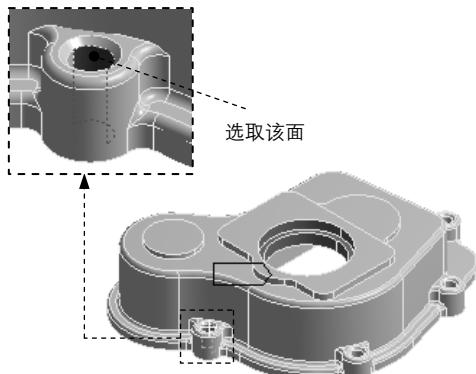

图 2.6.12 选取曲面 (二)
(1) 选择命令。在图形区选中图 2.6.12 所示的曲面对象右击，在弹出的快捷菜单中选择